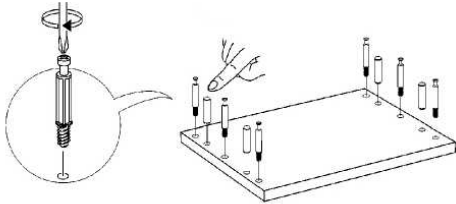

Рис. 3 - Установка шкантов и штоков эксцентриков
2.1 Ввинтите в боковые стенки (3) штоки эксцентриков, а также вставьте шканты в боковые стенки (3) и перегородку (4). (Рис.3).